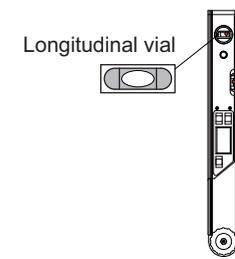

Fig.2
- b. Longitudinal checking (Fig.2).